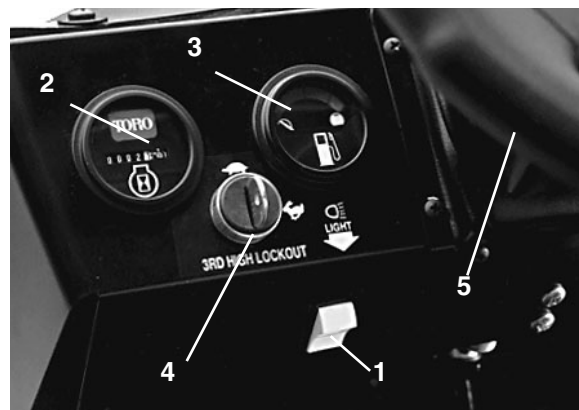

Figure 24
Compteur horaire (Fig. 24) – Indique le nombre total d'heures de fonctionnement de la machine. Il se déclenche chaque fois que la clé de contact est tournée à la position contact établi (ON).
Commutateur d'éclairage (Fig. 24) – Basculez le commutateur pour activer les phares. Appuyez dessus pour les allumer.
Commutateur de neutralisation de la 3ème en gamme haute (Fig. 24) –
Jauge de carburant (Fig. 24) – Indique la quantité de carburant dans le réservoir. Ne fonctionne que lorsque le commutateur d'allumage est en position contact établi (ON).
Volant (Fig. 24) – Pour faire tourner le véhicule. Si le moteur cale ou si la direction assistée ne fonctionne pas en raison d'une défaillance, la direction sera plus dure.